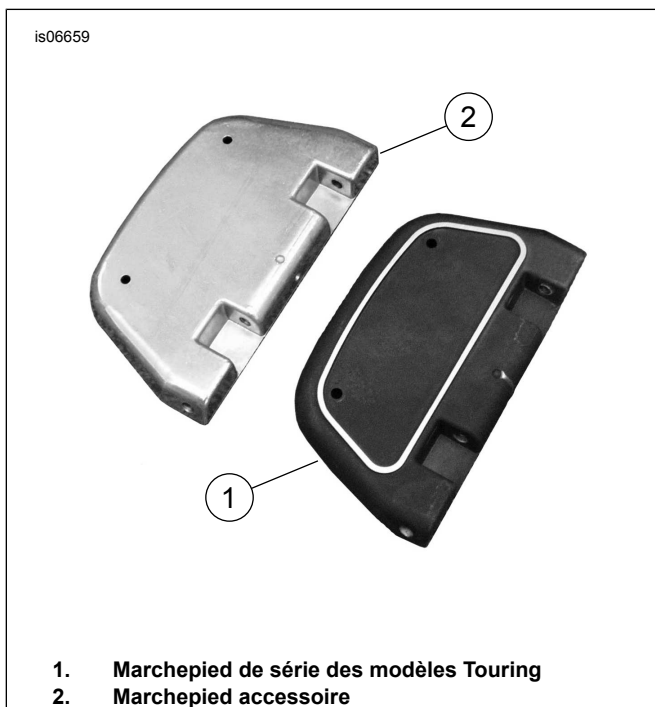

Figure 5. Identification du marchepied
Voir Figure 5. L'alignement du joint est important pour garantir l'étanchéité de l'ensemble éclairage sur les marchepieds de série des modèles Touring (1). Ceci est particulièrement important lors de la pose de l'ensemble cache et éclairage sur les marchepieds accessoires (2).